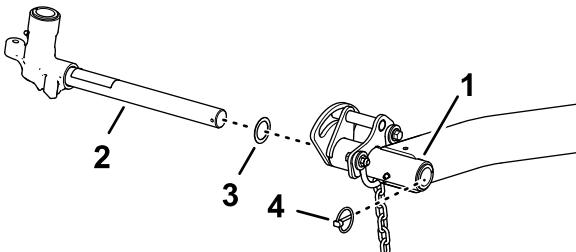

Рисунок 28
- Снимите шплинт с кольцом и шайбу, которые крепят ось поворота к подъемному рычагу, и снимите ось поворота с подъемного рычага (Рисунок 28).